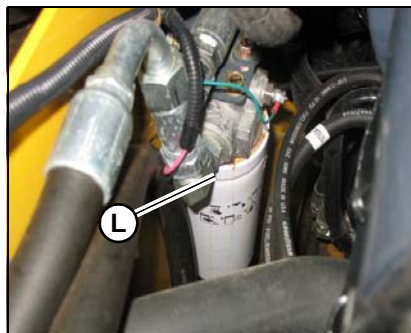

Figura 109 – Filtro del aceite hidráulico
- Destornille y retire el filtro del aceite hidráulico (L, Figura 109).
- Limpe la superficie de la caja del filtro en el lugar en que el sello del elemento entra en contacto con la caja. Aplique aceite limpio en la junta de caucho del filtro nuevo (L).
- Instale y apriete el filtro (L) 3/4 de vuelta pasada del punto en que la junta entra en contacto con la cabeza del filtro.
7. Destornille y retire el filtro del aceite hidráulico (L, Figura 109).
8. Limpie la superficie de la caja del filtro en el lugar en que el sello del elemento entra en contacto con la caja. Aplique aceite limpio en la junta de caucho del filtro nuevo (L, Figura 109).
9. Instale y apriete el filtro (L, Figura 109) 3/4 de vuelta pasada del punto en que la junta entra en contacto con la cabeza del filtro.